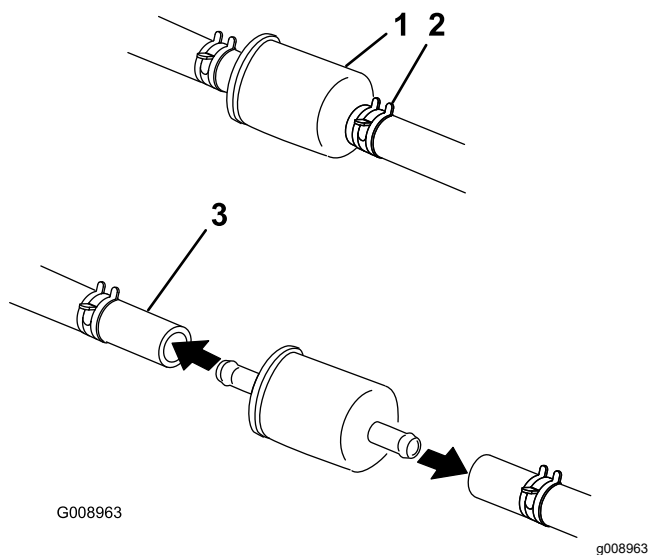

Figura 56
4. Cierre la válvula de cierre de combustible, situada debajo del asiento (Figura 56).
5. Apriete los extremos de las abrazaderas y deslícelas por la manguera alejándolas del filtro (Figura 56).
7. Instale un filtro nuevo y acerque las abrazaderas al filtro (Figura 56).